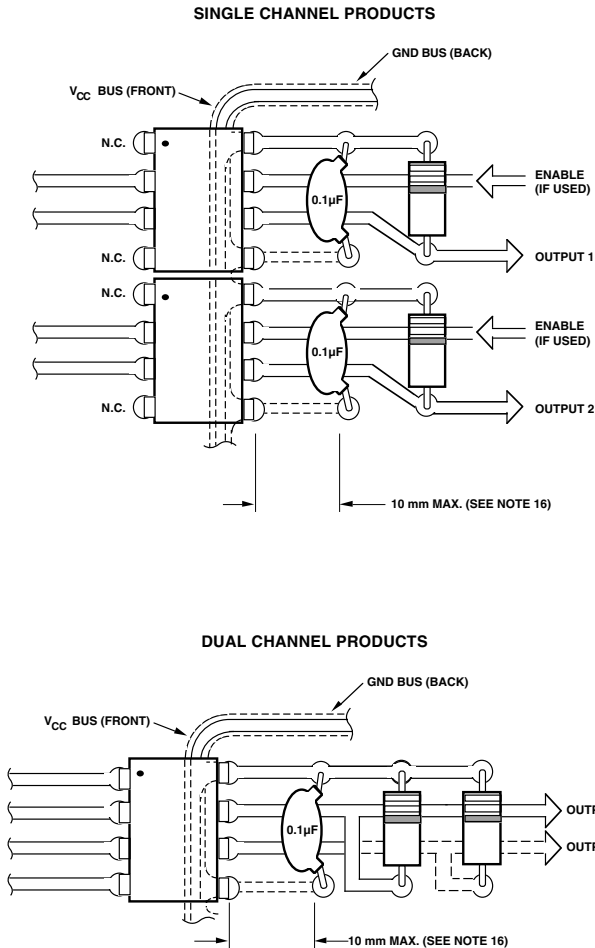

図18. 推奨プリント板取り付け図
- 図 18 に示すように各フォトカプラの電源端子には、バイパスコンデンサとして 0.1 μF のセラミックコンデンサが必要です。フォトカプラとコンデンサ間のリード距離は 10mm を越えないようにして下さい。
2. 高い CMR_L を実現するためには、 $I_{FH} > 3.5mA$ で、LEDを点灯します。図21から図23の回路において、 $I_F = 10mA$ で駆動することで、HCPL-261Nファミリでは、 $8kV/\mu s$ 程度のCMRを、図18のアートワーク例を守れば、実現できます。